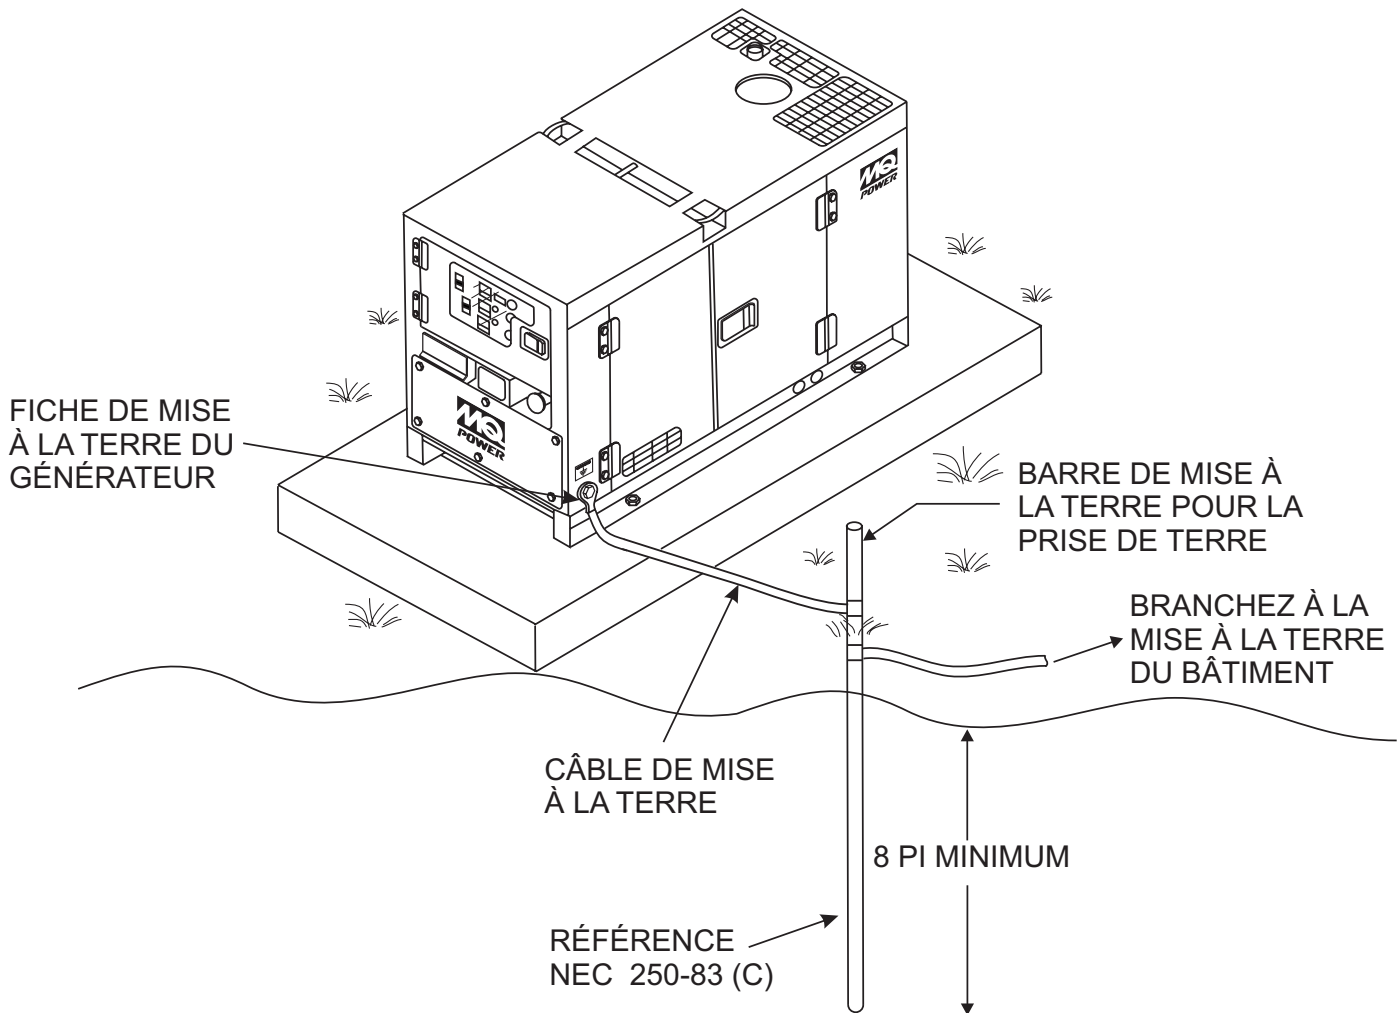

Figure 2. Exemple d'application de mise à la terre d'un générateur
2. Lors de la mise à la masse du générateur (Figure 2), connectez le câble de mise à la terre entre la rondelle de blocage et l'écrou sur le générateur et serrez complètement l'écrou. Connectez l'autre extrémité du câble de mise à la masse à la mise à la terre.